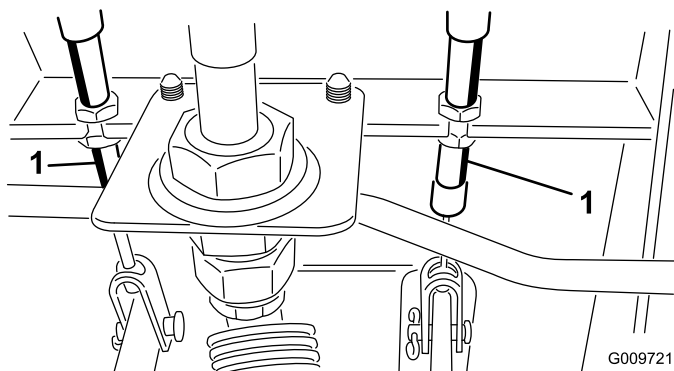

Figura 52
- A. Desaperte a porca dianteira na extremidade roscada do cabo do travão (Figura 52).